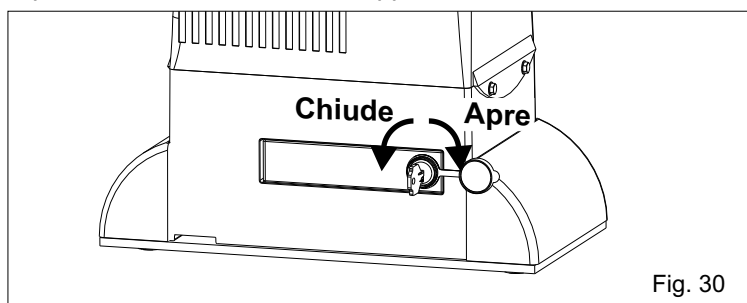

Fig. 30
- Aprire il copriserratura, inserire la chiave e ruotarla in senso orario di 90° (Fig. 30).